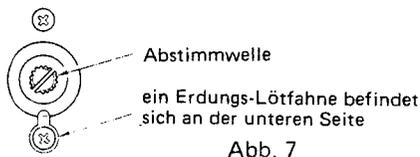

Abb. 7
- 2) Entfernen Sie die zwei Schrauben (gelbliche Schrauben, 3 x 12), die in Abb. 7 gezeigt sind.